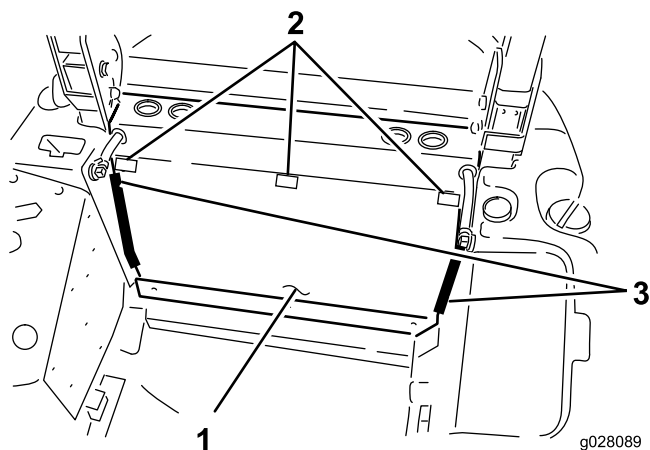

Figura 57
2. Coloque o painel traseiro na posição e alinhe os orifícios de montagem superiores com os orifícios no elemento transversal da estrutura (Figura 57).